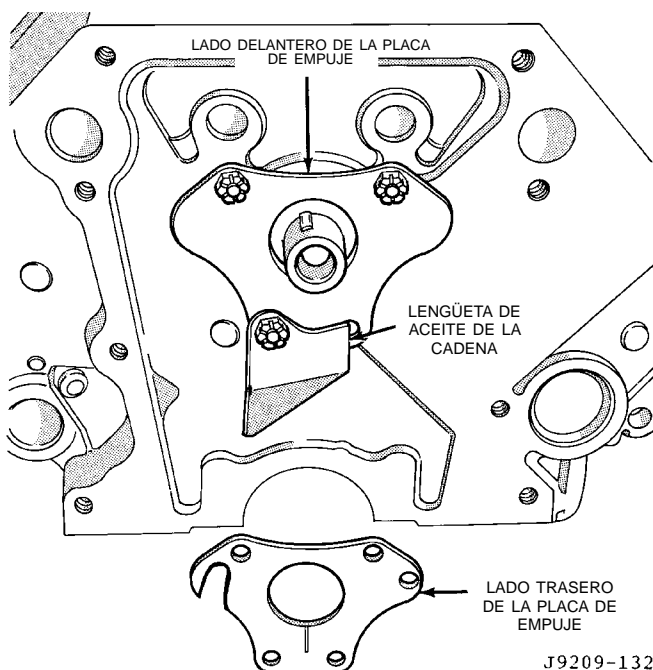

Fig. 28 Instalación de lengüeta de aceite de cadena de distribución
- (1) Retire el tubo múltiple de admisión.
- (2) Retire las tapas de culata de cilindros.
- (3) Retire la cubierta de la caja de distribución y la cadena de distribución.
- (4) Retire los balancines.
- (5) Retire las varillas empujadoras y los empujadores. Identifique cada pieza para que pueda instalarse en su posición original.
- (6) Retire el distribuidor y extraiga hacia arriba la bomba de aceite y el eje de transmisión del distribuidor.
- (7) Retire la placa de empuje del árbol de levas. Registre la posición de la lengüeta de aceite (Fig. 28).
- (8) Instale un perno largo en la parte delantera del árbol de levas para facilitar el desmontaje de este último. Retire el árbol de levas, cuidando de no averiar los cojinetes de levas con los lóbulos de levas.